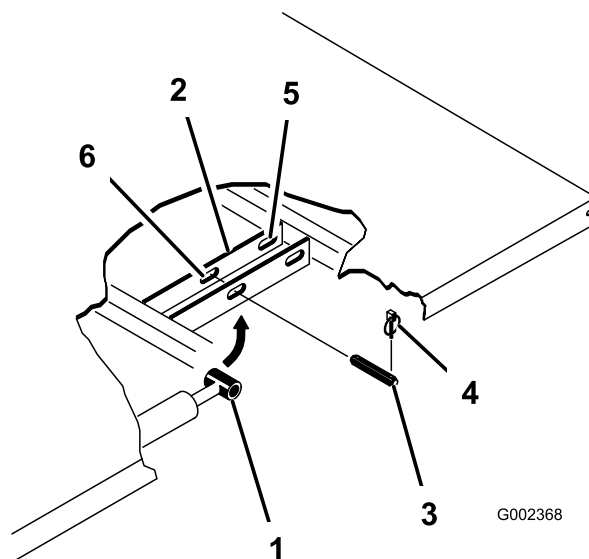

Figure 30
2. Retirez les goupilles à anneau aux extrémités extérieures des axes des tiges de vérins (Figure 30).
3. Retirez les axes qui fixent les côtés tiges de vérins aux plaques de montage du plateau en les poussant vers l'intérieur (Figure 30).
4. Enlevez les goupilles à anneau et les axes de chape qui fixent les supports de pivot aux profilés du châssis (Figure 30).